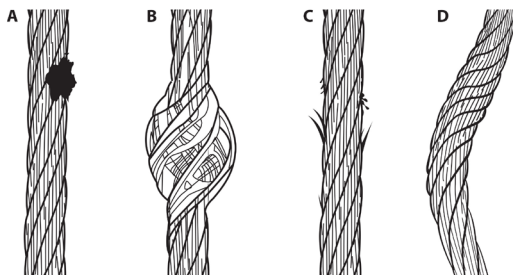

Figure 9 : inspection du câble
Extrairez tout le câble et vérifiez sur toute la longueur de travail s'il n'y a pas de dommages causés par une corrosion chimique ou une chaleur excessive, comme en témoignent la décoloration (A), la cage à oiseaux (B), les brins de fil cassés (C), les plis et les brins courbés (D), voir la figure 9. Le câble devrait se rétracter complètement sans vaciller et devrait rester tendu sous tension sans s'affaisser.
Utilisez le tableau 3 : Procédures à suivre pour l'inspection du câble du DAR. Voir la figure 9 pour des exemples de câbles endommagés.